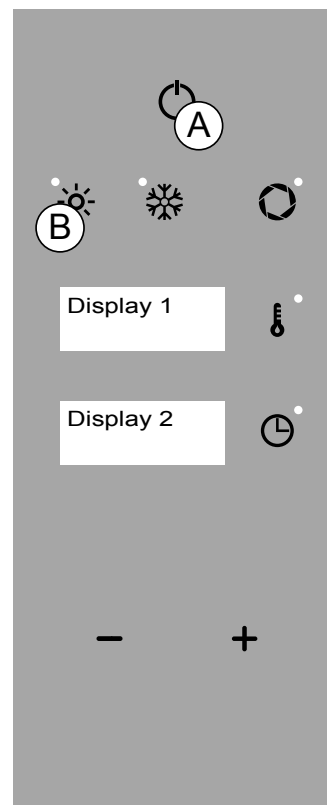

Fig.1
- Modalidade "DESLIGADO": visualização relógio (Fig.1 Ecrã 2).
- Modalidade "STAND BY": visualização nome forno e relógio (Fig.1 Ecrã 1 e 2).
- Modalidade "MENU PRINCIPAL": função "CONVECÇÃO" ativa (Fig.1/B), temperatura 180° C (Fig.1 Ecrã 1) e tempo 0:00 (Fig.1 Ecrã 2).
Em modalidade "STAND BY" depois de 15 minutos de inatividade o forno passa à modalidade "DESLIGADO". Na modalidade "seleção da função" ou "seleção do parâmetro" depois de 5 segundos de inatividade, o forno memoriza a função ou valor visualizado (Fig.1 Ecrã 1-2).
**Ao concluir o tempo programado aparecerá a mensagem "END" alternada (Fig.1 Ecrã 1-2).
Pressionar duas vezes a tecla "ON/OFF" (Fig 1/A) para voltar à modalidade "STAND BY".**